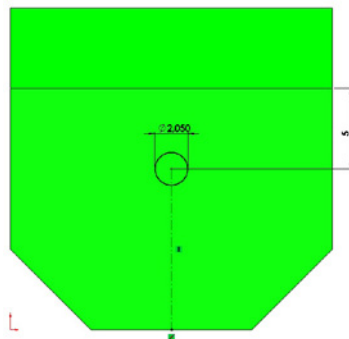

Figura 4.4 – Dimensionando para posicionar o furo
3.2 Desenhe um círculo, uma linha de centro do ponto médio da aresta até o centro do círculo e dimensione o esboço conforme a Figura 4.4.